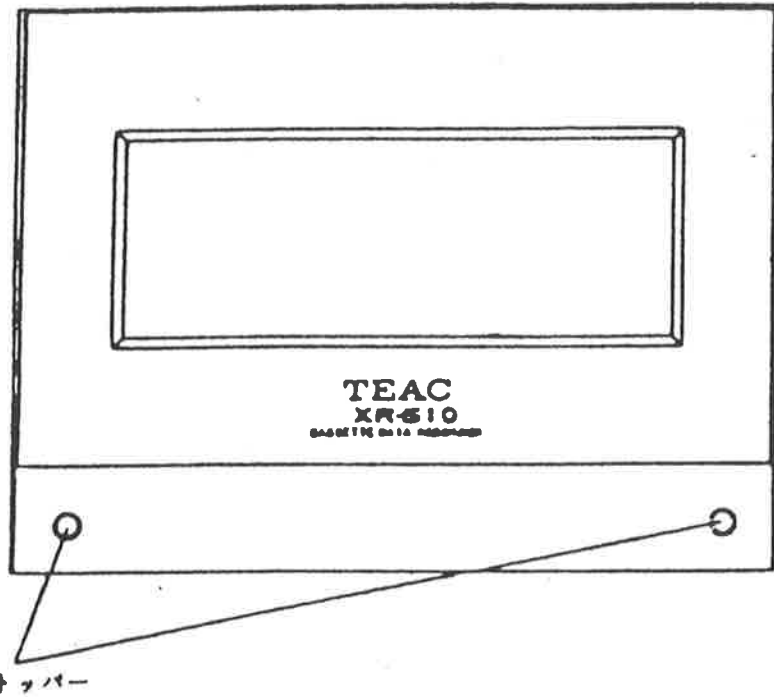

図 10 ヘッドカバー取りはずし
- 1) ヘッドカバー のストッパーを手前に引きはずします。(図 10)